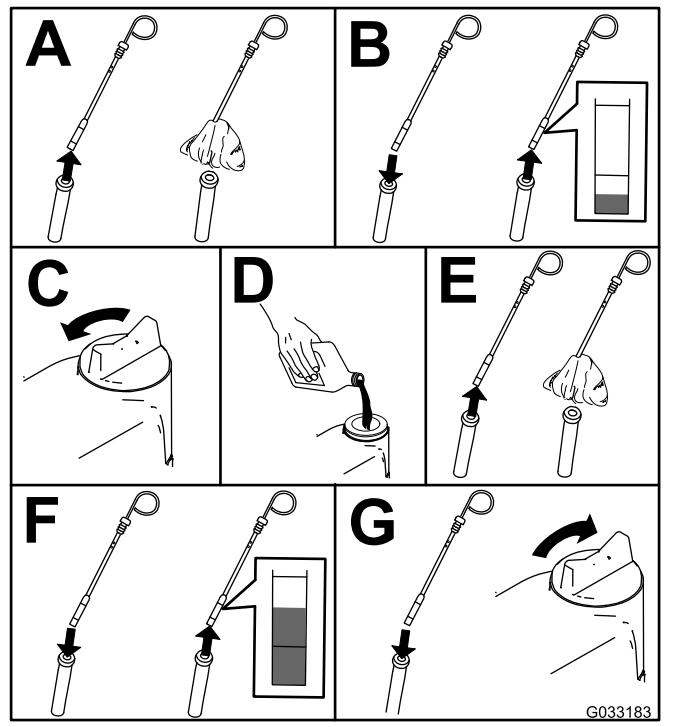

Figura 70
2. Verifique o nível de óleo do motor (Figura 70).